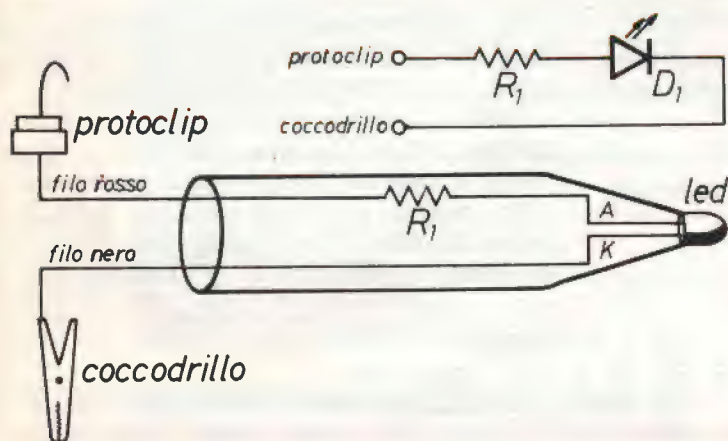

figura 6 - Circuito di prova
- figura 6: circuito di prova
E come è logico per chi della sequenzialità ha fatto un parametro fondamentale, iniziamo dalla figura 6...